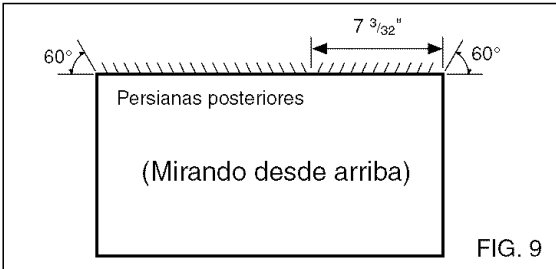

FIG. 9
- 1** Redirija las persianas de la parte posterior del alojamiento a un ángulo de 60° como se muestra en la FIG 9. Se recomienda usar alicates.